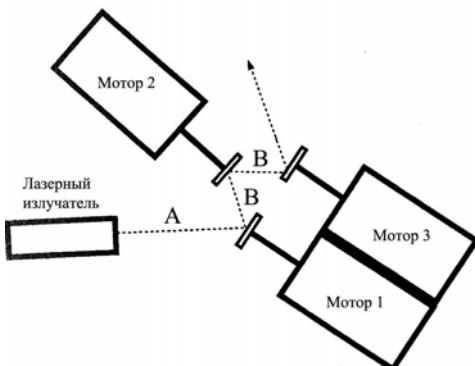

Рис.5 Схема расположения электродвигателей и лазерного излучателя на диэлектрической пластине.
7. Электродвигатели и лазерный излучатель приклеиваются на диэлектрическую пластину (например, CD - диск) под определенными углами, как показано на чертеже (**рис.5**). Отраженный лазерный луч должен от каждого вращающегося зеркала попадать на следующее зеркало и опять отражаться. Постарайтесь тщательно подобрать расстояние A от лазерного излучателя до зеркальной поверхности и расстояние B (см. **рис.5**) так, чтобы лазерный луч был максимальной мощности и в то же время была возможность перемещения луча для получения различных рисунков (рекомендуемое расстояние A около 30 мм, расстояние B около 20 мм).